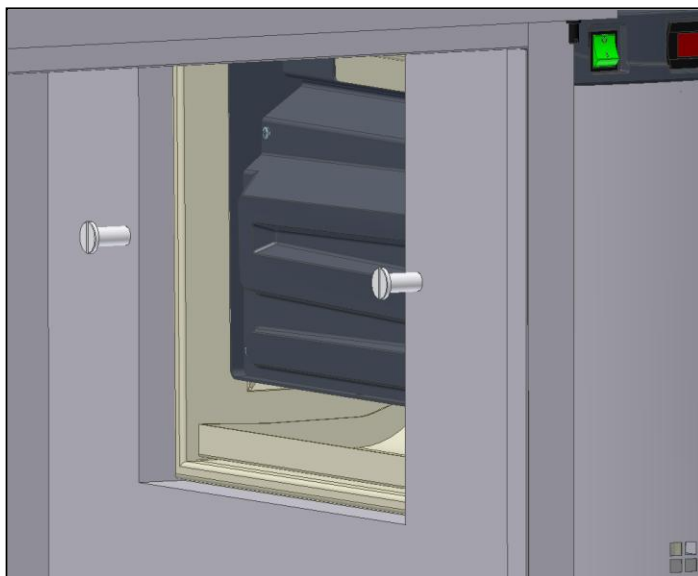

Abb. 14
- Schrauben Sie die V6 mit 2 Hülzen beim innere Seite des rechten Wand (Abb.14);